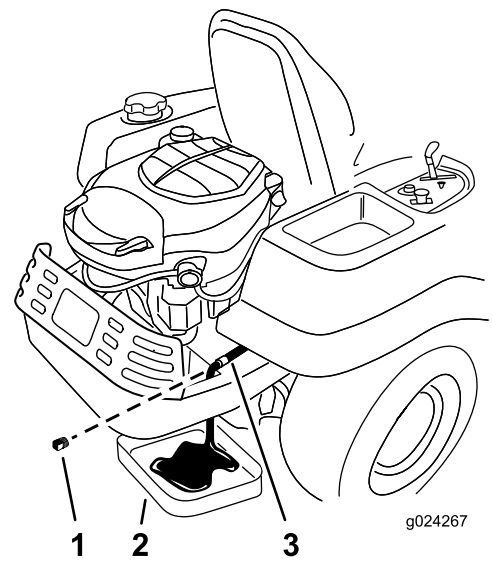

Figura 30
4. Localice la manguera de vaciado de aceite situado en el lado izquierdo del motor. (Figura 30).
6. Coloque un recipiente de vaciado debajo de la máquina, directamente debajo de la manguera de vaciado del aceite, según se muestra en Figura 30.
7. Utilizando 2 llaves (una para mantener la manguera de vaciado del aceite y otra para aflojar el tapón) retire el tapón de vaciado del aceite (Figura 30).
17. Limpie cualquier exceso de aceite Figura 30.